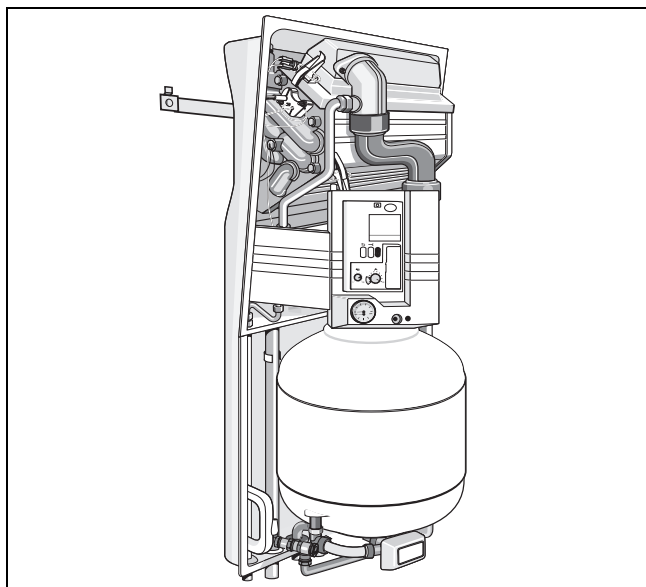

Fig. 3 Montaj
- Se fixează cazanul mural pe gaz în condensatie pe suportul de perete (fig. 3).